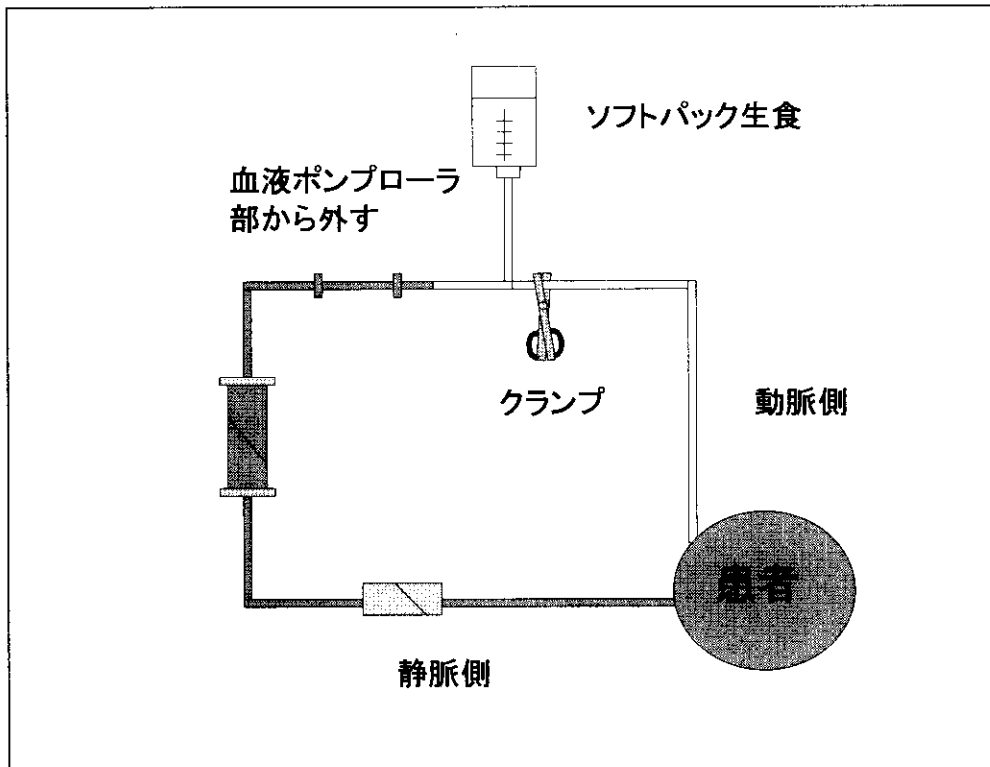

図 12 生食の落差を利用した生食置換返血法⑤
- ・ ポンプセクション部を血液ポンプローラー部から外す (図 12)。